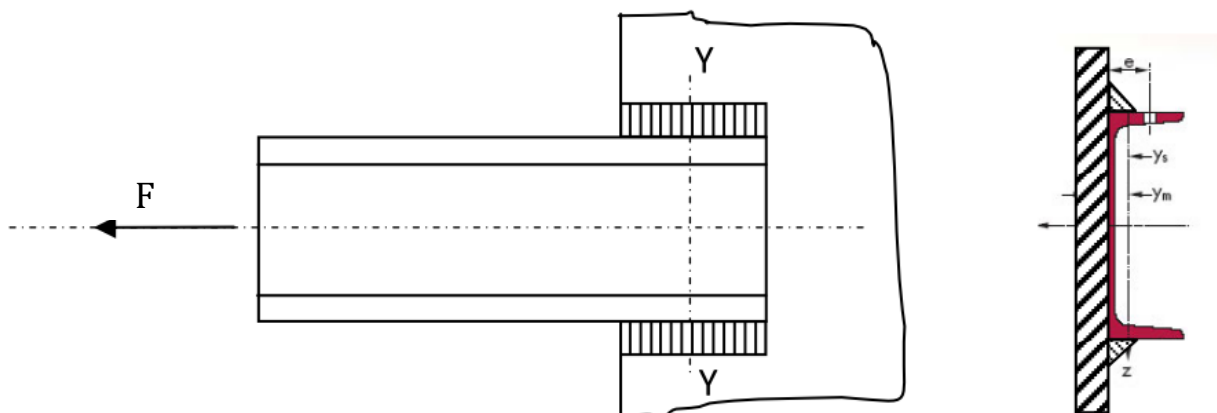

Figura 1.2
1.2.1 Utilizando o Eurocódigo 3 (NP EN 1993-1-8:2010), dimensione os cordões de soldadura que ligam um perfil UPN a uma chapa na Figura 1.2. A carga de tracção é aplicada axialmente e tem o valor de 290 kN. O material de base é um aço DIN CK 45 com uma tensão de cedência de 300MPa. Considere um coeficiente de segurança de 1,5.